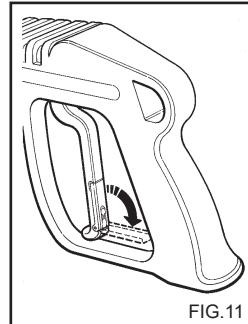

FIG.11
- Wanneer de hogedruk-waterspuit niet wordt gebruikt, de beveiliging van de handgreep sluiten.(fig.11)